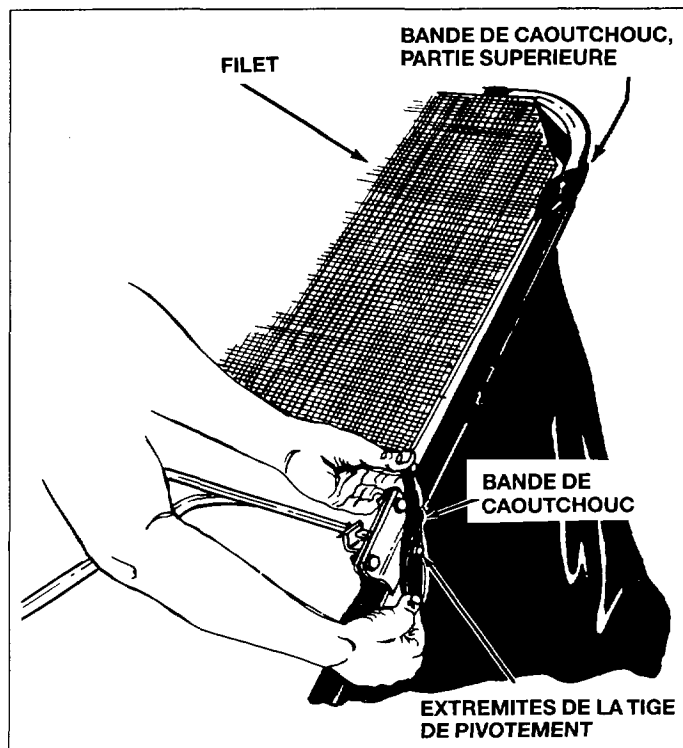

Fig. 27
17. Installez le filet par-dessus le cadre du réservoir en enfilant la bande de caoutchouc sur les coins et sur les extrémités de la tige de pivotement. Voir la figure 27.